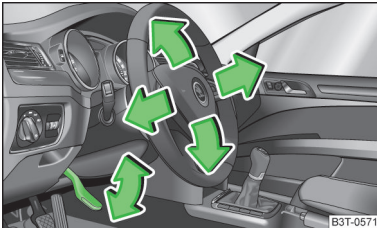

Abb. 121
- > Den Hebel unter dem Lenkrad nach unten schwenken » Abb. 121.